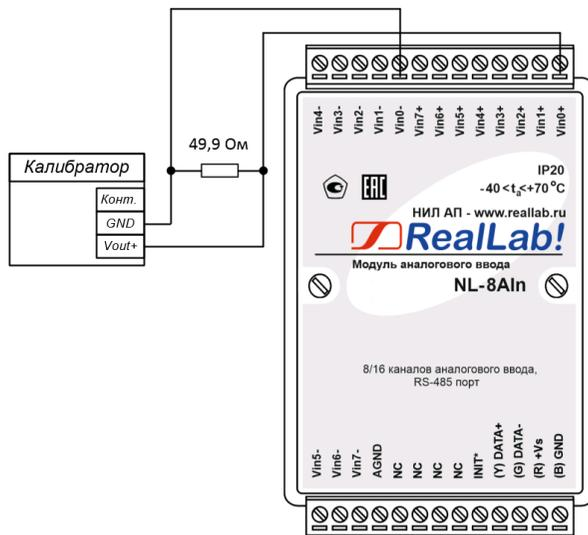
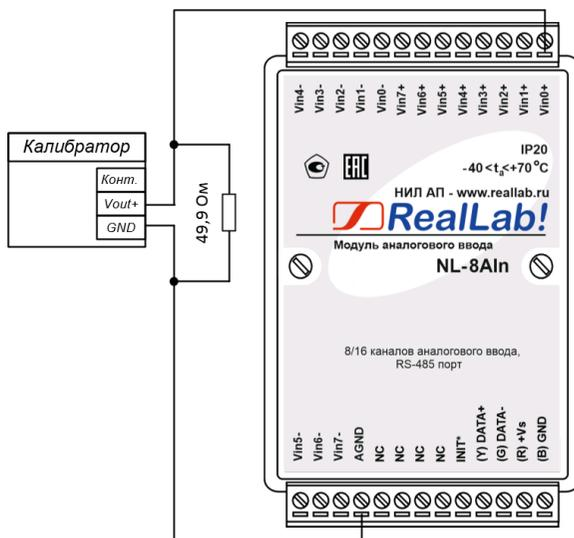

Рис. 4.3. Соединение приборов для юстировки токового диапазона в дифференциальном режиме модуля NL-8AIn и NL-8AIn-3
Рис. 4.4. Соединение приборов для юстировки токового диапазона в одностороннем режиме модуля NL-8AIn и NL-8AIn-3
- подключить параллельно входу преобразователя резистор (для дифференциального режима - в соответствии с рис. 4.3, для одиночного режима - в соответствии с рис. 4.4) сопротивлением 49.9 Ом с ТКС не хуже $\pm 25 \cdot 10^{-6} 1/^\circ\text{C}$, например, С2-29В, группы "Д" и калибратор;